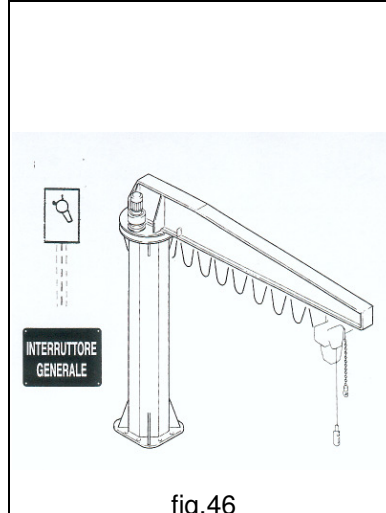

fig.46
- **Installare, nelle immediate vicinanze della gru, un interruttore di linea, protetto contro i cortocircuiti, segnalandone la funzione tramite apposita targhetta (fig.46).**